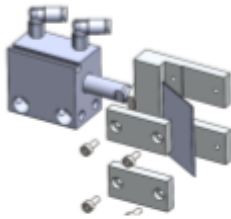

Figure 8
Étape 4 : Dévisser les 4 vis du porte-lame à l'aide d'une clé Allen et retirer la lame (voir figure 8).